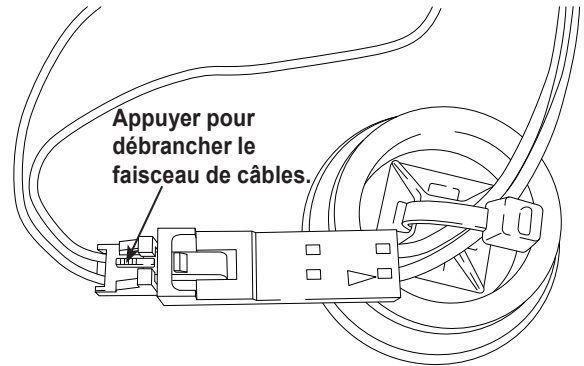

Figure 14
- Débrancher le faisceau de câbles au niveau du connecteur en appuyant sur la languette centrale. Tirez les connecteurs à part. Voir la figure 14.